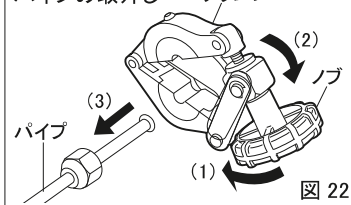

図 22
- ② (1)ノブをゆるめ、(2)クランプを開き、(3)パイプを外してください(図22)。